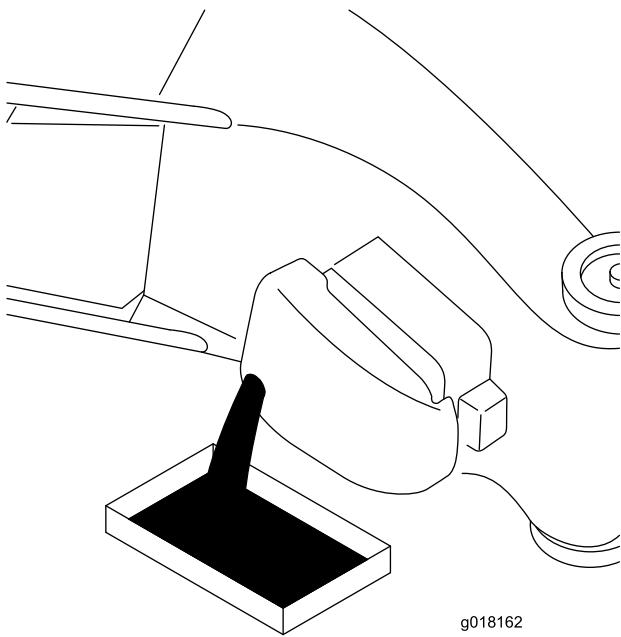

Figura 19
- Incline o cortador para o lado, com o filtro de ar voltado para cima, para drenar o óleo utilizado para fora através do tubo de enchimento do óleo (Figura 19).